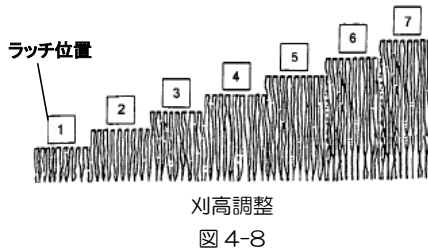

図 4-8
2. 四輪とも同じ高さにセットしてください。刈高調節は図のように7段階に調節できます。(図4-8)